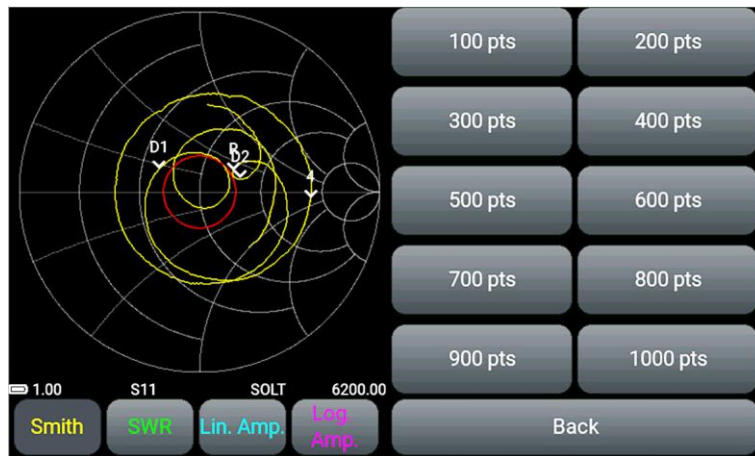

Рисунок 9.5 – Меню выбора точек сканирования Points
9.2.6. В меню **Points** (Рисунок 9.5) выбирается число точек сканирования. От заданного числа точек зависит шаг сканирования по частоте и время сканирования. Правильный выбор числа точек и диапазона сканирования позволяет улучшить разрешение при измерениях в графиках **DTF** и **Cable Loss**.